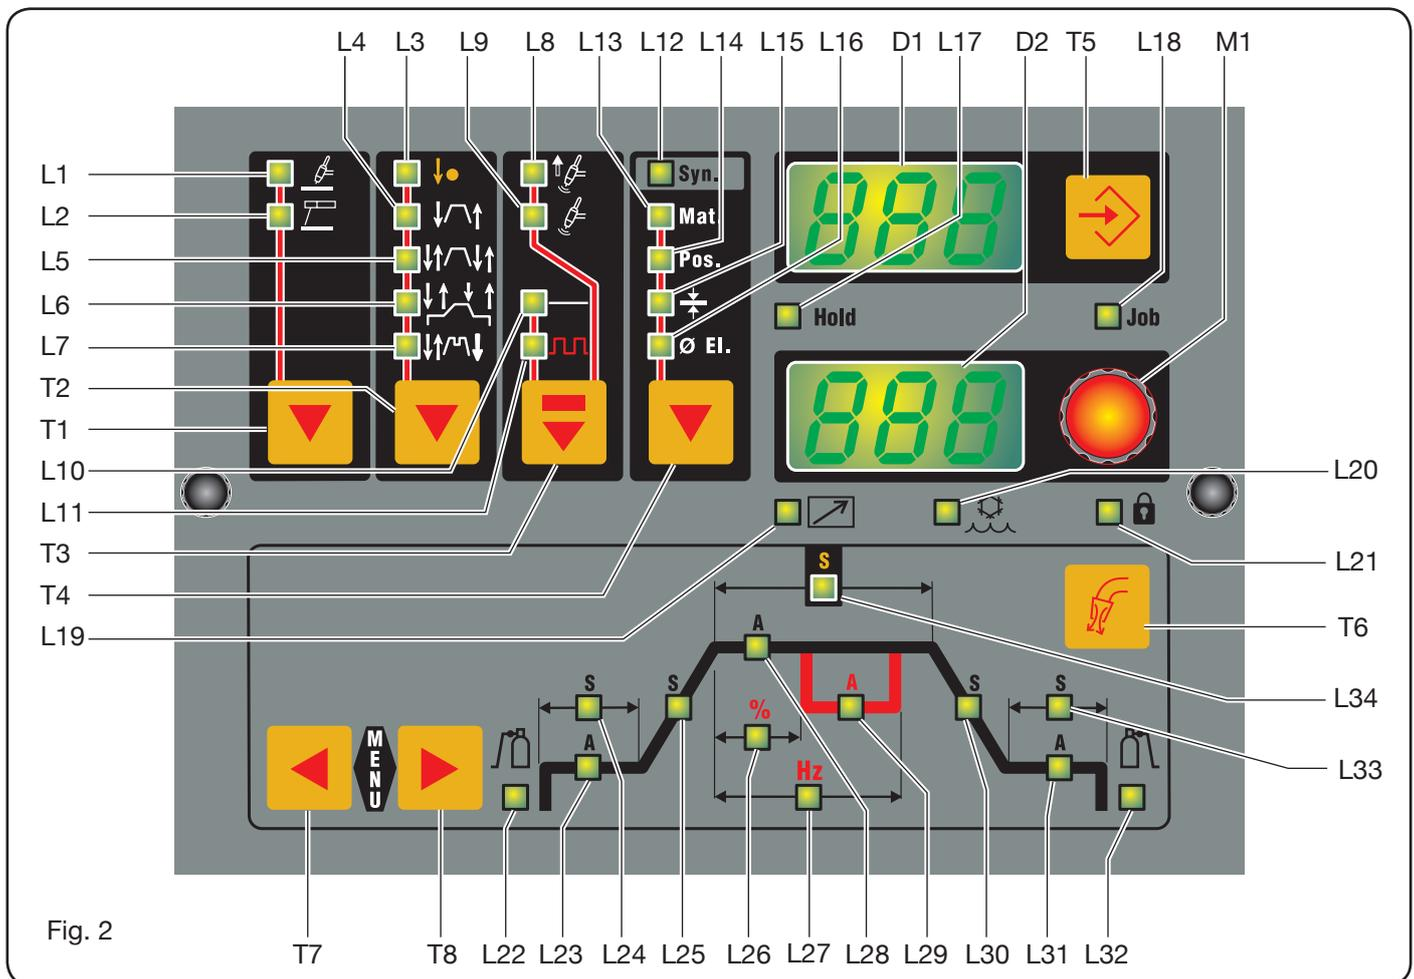

Fig. 2
3.3 DESCRIPCIÓN DEL PANEL DE MANDOS(Fig. 2).